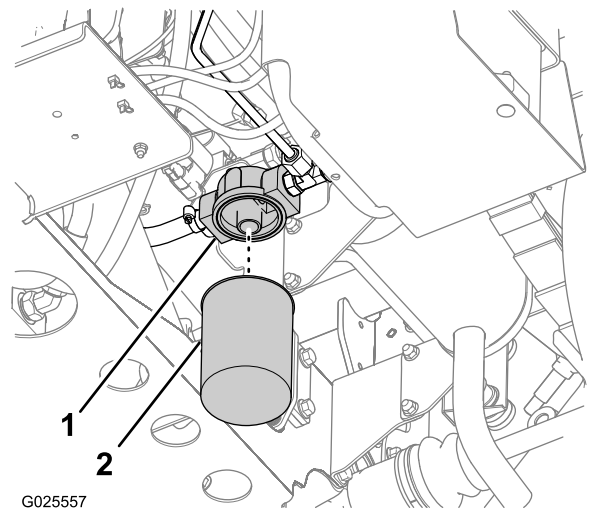

Bild 81
2. Reinigen Sie den Bereich um die Filterkontaktfläche (Bild 81).
3. Stellen Sie eine Auffangwanne unter den Filter (Bild 81).
4. Drehen Sie den Filter nach links, um ihn zu entfernen (Bild 81).
5. Reinigen Sie die Filterkontaktfläche des Filteradapters (Bild 81).
7. Schrauben Sie den Filter auf den Filteradapter, bis die Dichtung die Kontaktfläche des Adapters (Bild 81) berührt; ziehen Sie den Filter dann um eine weitere ½ bis Umdrehung an (Bild 81).